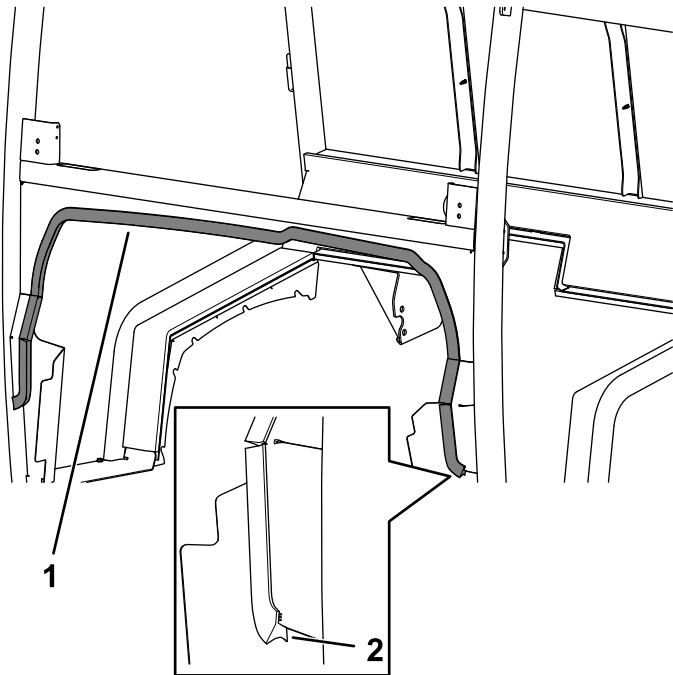

Figure 30
- Montez le joint inférieur de tablier sur la cabine (Figure 30).
Veillez à placer le bord long du joint à l'avant (Figure 30).